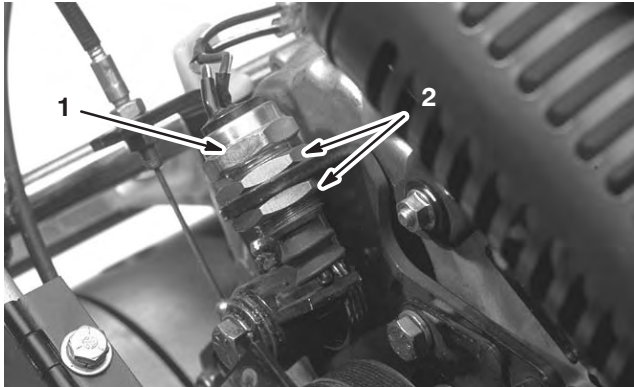

Bild 44
2. Lösen Sie die beiden Befestigungsmuttern des Schalters (Bild 44) und schieben Sie den Schalter, bis der Schalter-Plunger 0,3 bis 0,6 cm eingedrückt ist (Schalter geschlossen).